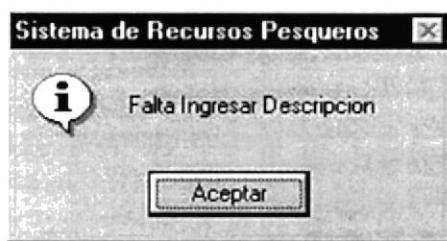

Figura 9.58 Mensaje Ingresar descripción
3. Si se ha realizado un ingreso o una modificación y no escribió la descripción del Sistema de Conservación aparecerá el siguiente mensaje (ver figura 9.58).